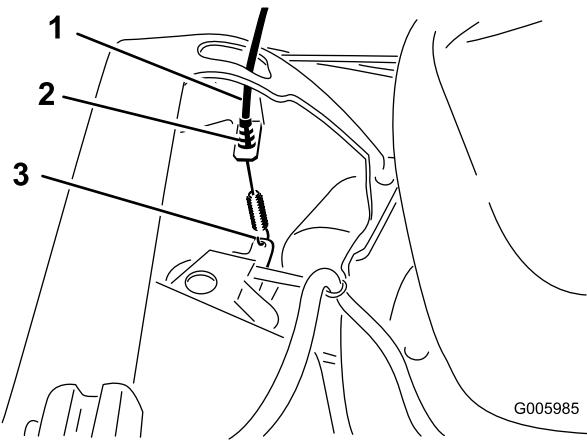

Figura 7
4. Fate passare il cavo della trazione automatica all'esterno della stegola, infilate lo nell'apertura presente sulla parte sinistra della scocca e attaccatene l'estremità alla macchina (Figura 7).